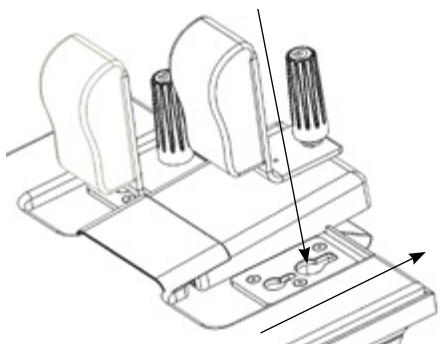

Fig. 1
1. Nella parte inferiore delle staffe del poggiapalle si trovano dei pioli sporgenti. Questi s'inseriscono nella piastra per fissare il poggiapalle. Abbassare il poggiapalle, in modo tale che i pioli entrino nelle asole di sollevamento presenti sulla piastra del carrello. Far scorrere il poggiapalle nella direzione opposta rispetto all'imbottitura del carrello finché non si ferma (fig. 1).